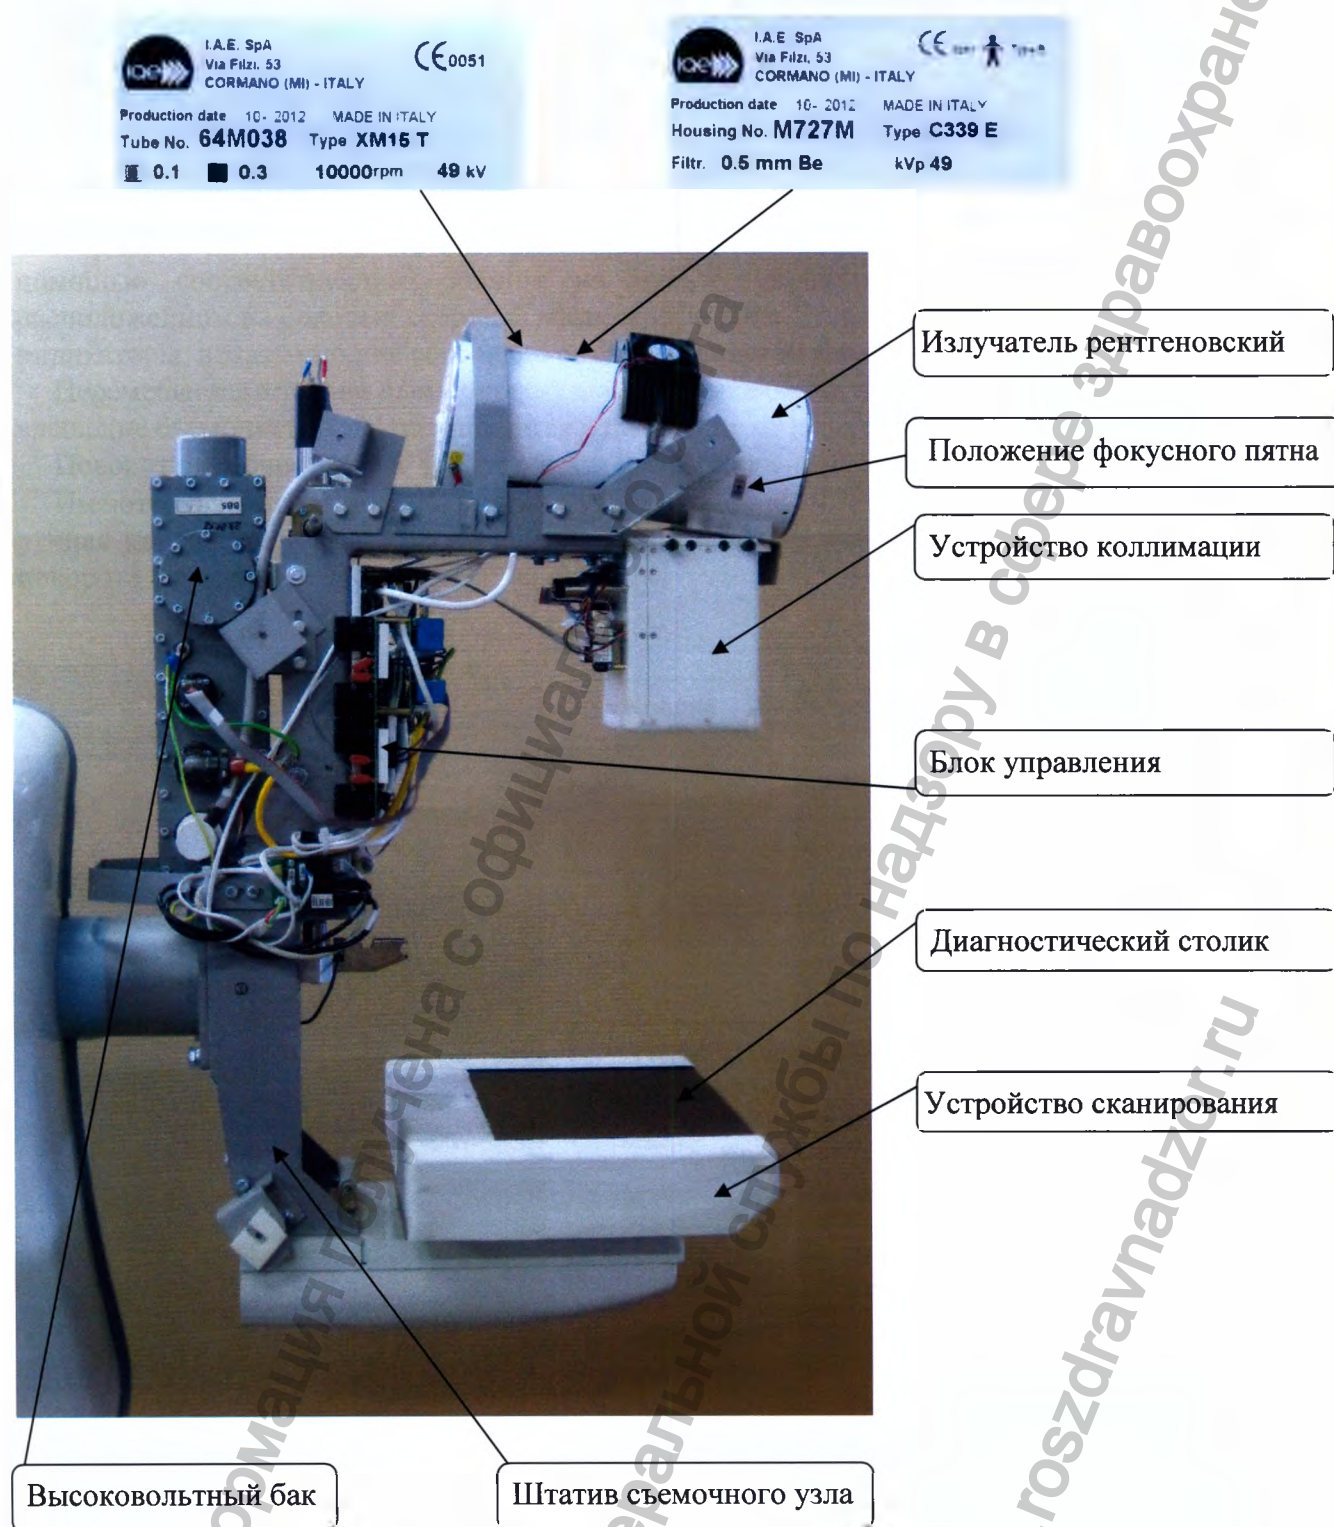

Рисунок 4 – Съемочный узел
На рис.4 показан внешний вид маммографа со снятыми пластиковыми оболочками – вид съемочного узла.
4.1.1 Съёмочный узел (рис.4) крепится на вертикальной стойке и представляет собой штатив в форме С-дуги. Включает в себя: излучатель рентгеновский, устройство коллимации, диагностический стол со сканирующим устройством; ручки механического управления компрессией, специальные вертикальные и горизонтальные ручки для пациента, которые облегчают его позиционирование, кнопки аварийного отключения с обеих сторон съёмочного узла (рис.5); компрессионные пластины (рис.8), устройство рентгеновское питающее высокочастотное.
4.1.2 Излучатель рентгеновский (рис.4) представляет собой защитный кожух, в котором установлена рентгеновская трубка с вращающимся анодом. Предназначен для генерации рентгеновского излучения.
4.1.3 Устройство коллимации представляет собой подвижную щелевую диафрагму (рис.4), которая служит для формирования пучка рентгеновского излучения. На устройстве коллимации установлен экран защитный (рис.1.1), предназначенный для предохранения лица пациента от рентгеновского излучения во время снимка.
4.1.4 Устройство сканирования (рис.4) представляет собой линейный детектор, закрытый диагностическим столиком (рис.4). Линейный детектор является приемником и преобразователем рентгеновского излучения, прошедшего через исследуемый объект, в видимое изображение. Сканирование МЖ осуществляется взаимным синхронным перемещением щелевой диафрагмы и линейного детектора вдоль длинной стороны снимка
4.1.6 Устройство рентгеновское питающее высокочастотное (УРП) (рис.4) представляет собой совокупность блоков, необходимых для питания: анодной цепи рентгеновской трубки; цепи накала катода рентгеновской трубки; статора узла вращения анода рентгеновской трубки;
Вертикальное перемещение и поворот съемочного узла осуществляется **только** путем нажатия кнопок на ПУ аппарата (рис. 4).